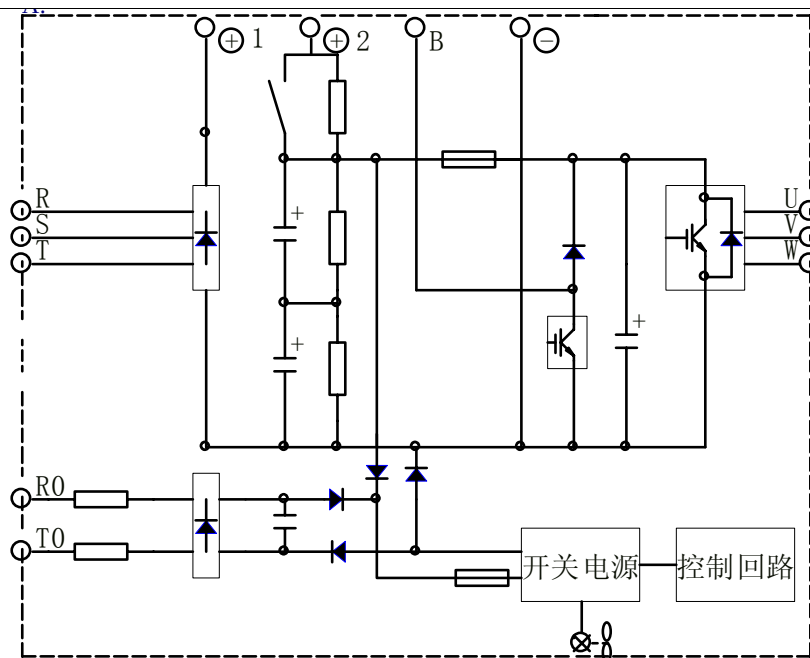

图 3.6 主回路构成
主回路结构如图 3.6。
- 停电时，UPS 及蓄电池接线见图 3.6。